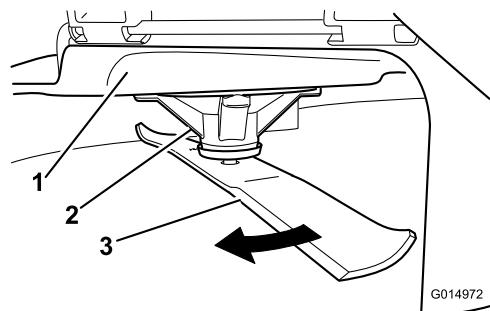

Figura 66
2. Llevando guantes fuertemente acolchados u otro tipo de protección apropiada para las manos, gire la cuchilla lentamente hasta una posición que permita medir la distancia entre el filo de corte y la superficie nivelada en la que descansa la máquina (Figura 66).